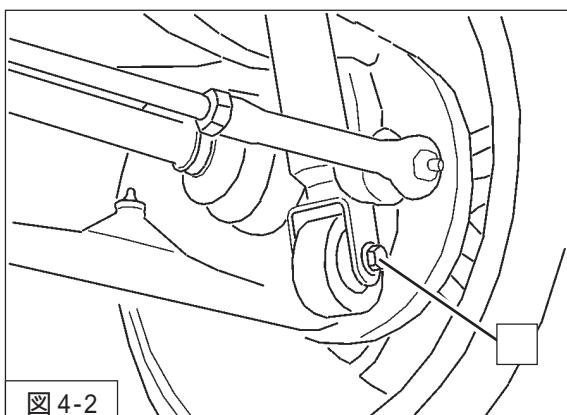

図4-2
3. ダンパーロア取付ボルト・ナット(締付トルク: 88~108N·m)を取付けてください。(図4-2)